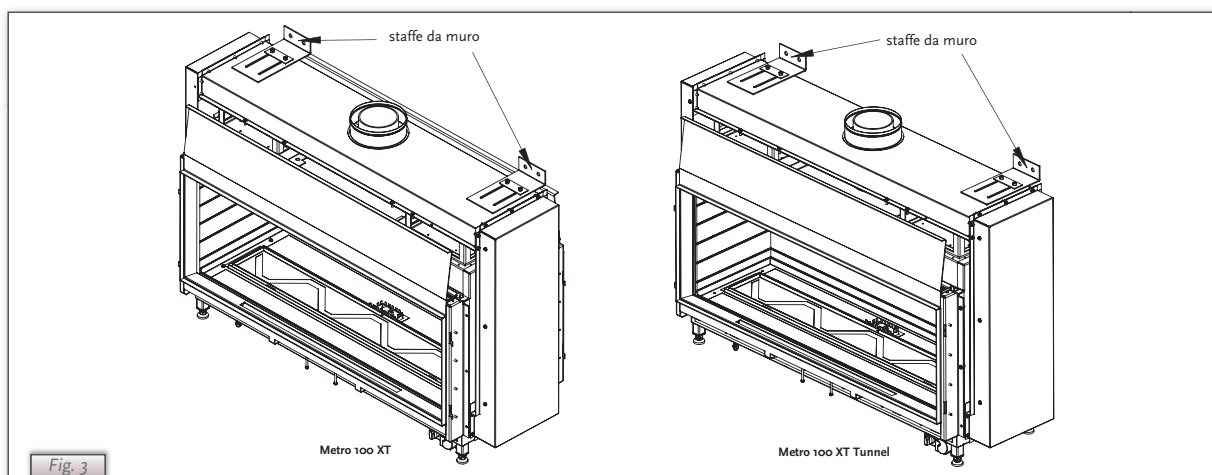

Fig. 3
- ➡ **Fissare l'apparecchio alla parete utilizzando le staffe murali e i bulloni a espansione forniti; vedi Fig. 3.**